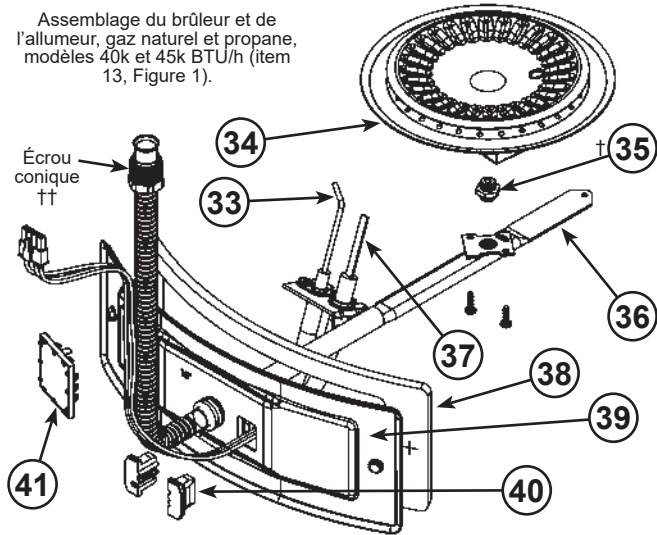
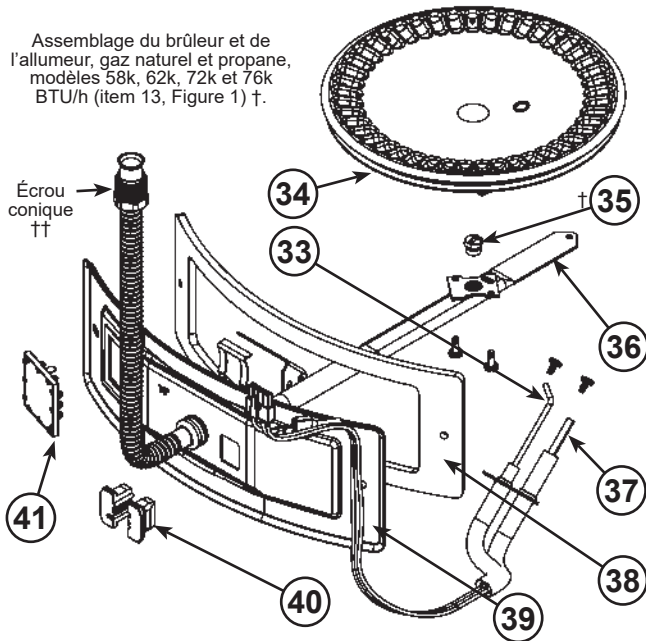

Figure 51.
Figure 52.
- 13 Assemblage de la porte du collecteur (non illustré) (voir Figure 3 et Figure 4) (voir aussi Figure 51 & Figure 52)
- 33 Détecteur de flammes (voir Figure 3 et Figure 4) (voir aussi Figure 51 et Figure 52)
- 34 Brûleur en tôle (voir Figure 3 et Figure 4) (voir aussi Figure 51 et Figure 52)
- 35 Orifice de gaz (voir Figure 3 et Figure 4) (voir aussi Figure 51 & Figure 52)
- 36 Collecteur (voir Figure 3 et Figure 4) (voir aussi Figure 51 et Figure 52)
- 37 Allumeur à élément chauffant (voir Figure 3 et Figure 4) (voir aussi Figure 51 et Figure 52)
- 38 Joint d'étanchéité, porte du collecteur (voir Figure 3 et Figure 4) (voir aussi Figure 51 et Figure 52)
- 39 Porte du collecteur (voir Figure 3 et Figure 4) (voir aussi Figure 51 et Figure 52)
- 40 Bloc passe-fil et étrier (voir Figure 3 et Figure 4) (voir aussi Figure 51 et Figure 52)
- 41 Regard (voir Figure 3 et Figure 4) (voir aussi Figure 51 et Figure 52)